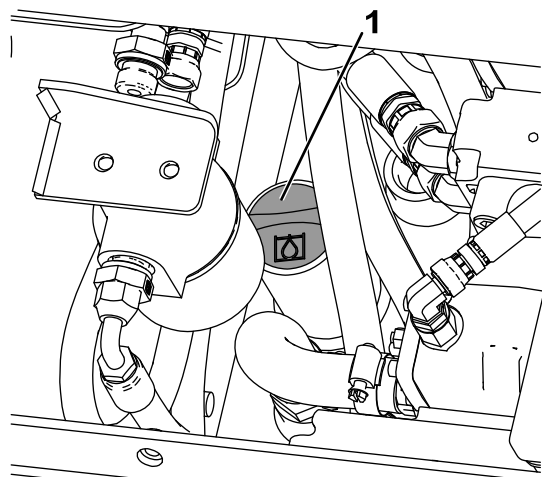

Figura 70
7. Pulite la zona intorno al collo del bocchettone del serbatoio idraulico (Figura 70).